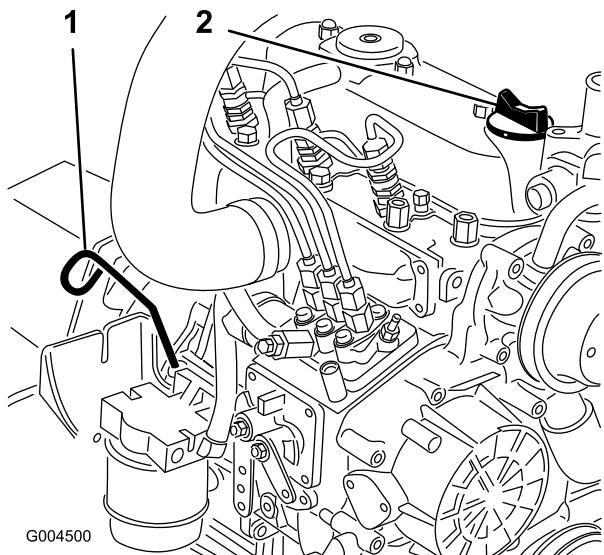

Figura 46
2. Retire a vareta (Figura 46), limpe-a e volte a colocá-la. Retire a vareta e verifique o nível de óleo.
3. Se o nível de óleo se encontrar abaixo da marca Full (Cheio) da vareta, retire a tampa de enchimento (Figura 46) e adicione óleo até que o nível atinja a marca Full.